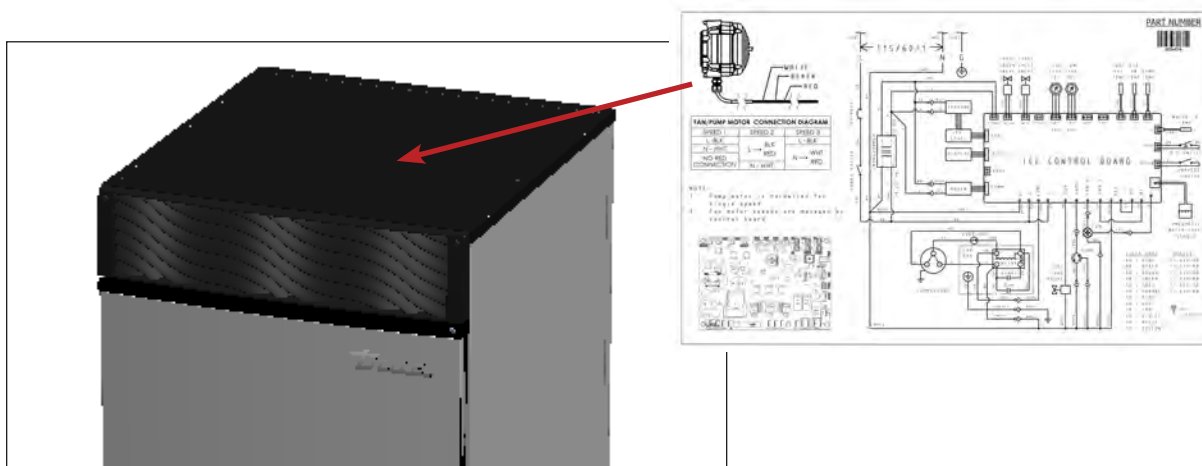

Рис. 1. Схема подключения расположена под верхней панелью.
- См. схему подключения под верхней панелью, как показано на рис. 1. Для того чтобы получить доступ, см. «Снятие панели» (стр. 28).